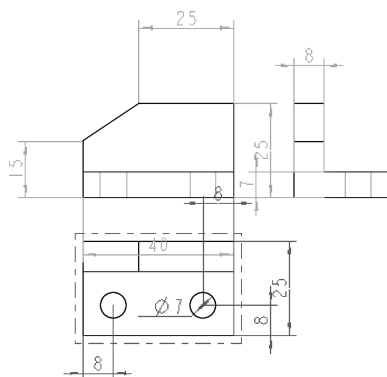
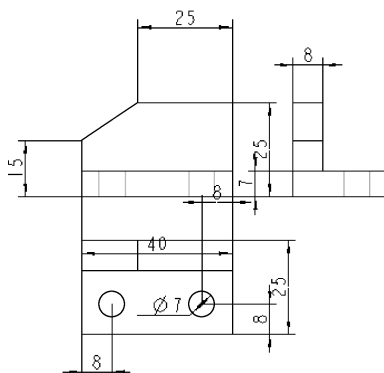

图 10-197 俯视图尺寸显示预览
图 10-198 完成尺寸显示
(7) 在对话框中单击【应用】按钮，左视图中显示上述两个尺寸。
(8) 在图形区选取俯视图，俯视图的尺寸预览状态如图 10-197 所示，在对话框中单击【全部选择】按钮 , 所有尺寸变为黑色，单击【确定】按钮，关闭对话框，尺寸如图 10-198 所示。
(9) 在【插入】选项组中单击【显示模型注释】按钮 , 弹出【显示模型注释】对话框，切换至【基准】选项卡。
(10) 按住〈Ctrl〉键在图形区选择主视图和俯视图，在对话框中单击【全部选择】按钮